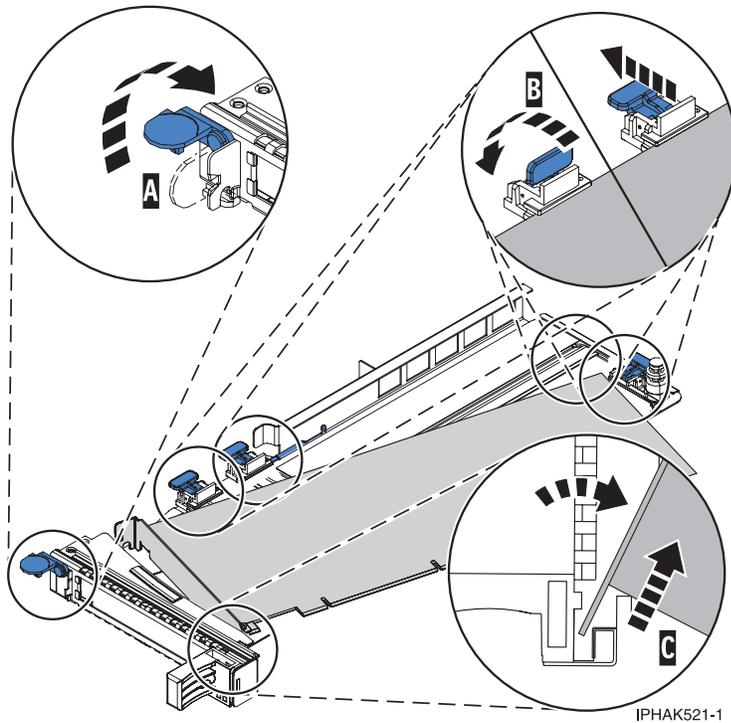

Figura 139. Adaptador removido do cassete do adaptador PCI
- a. Destrave os retentores do adaptador girando o clipe retentor (A) na posição horizontal. Consulte Figura 139 na página 165.